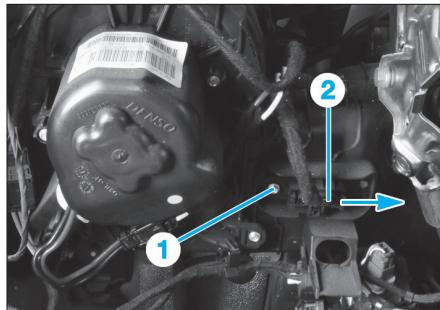

Fig. 34
- les vis (1) (Fig.34).
- Déconnecter le connecteur (2).